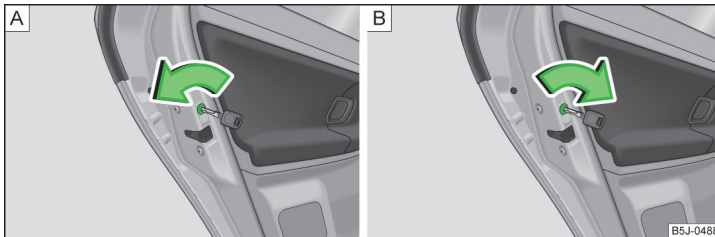

Abb. 27 Kindersicherung einschalten: für Fahrzeuge ohne bzw. mit Zentralverriegelung
- Bei Fahrzeugen ohne Zentralverriegelung den Schlitz der Sicherung an der linken Tür entgegen dem Uhrzeigersinn drehen » Abb. 27 - A, an der rechten Tür im Uhrzeigersinn.
- Bei Fahrzeugen mit Zentralverriegelung den Schlitz der Sicherung an der linken Tür im Uhrzeigersinn, an der rechten Tür entgegen dem Uhrzeigersinn, drehen » Abb. 27 - B.